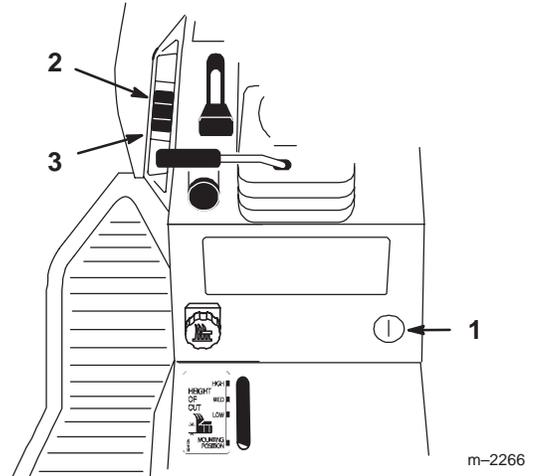

Figure 15
Ce mécanisme (en option sur certains modèles) (Fig. 15) permet de relever et d'abaisser les accessoires.
2. Poussez le levier de commande d'accessoire vers le haut pour élever le mécanisme de commande (Fig. 15). Cela a pour effet de relever l'accessoire et de le maintenir dans cette position.
2. Poussez le levier de commande d'accessoire vers le bas pour abaisser le mécanisme de commande (Fig. 15). Cela a pour effet d'abaisser l'accessoire.